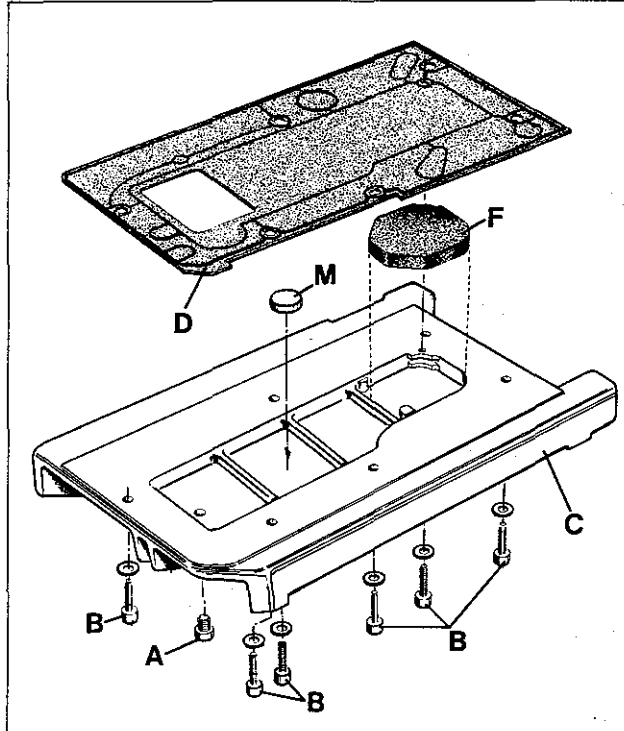

Fig.12
1. Drain the oil at plug screw (A, Fig. 12) in the bottom cover of the machine.
2. Unscrew the six screws (B, Fig. 12) for the bottom cover (C) and remove bottom cover and gasket (D).
3. Remove the magnet (M, Fig. 12), which accumulates metallic foreign materials, from the second oil sump chamber from the left in the bottom cover and clean it.
4. Remove the filter (F, Fig. 12) from the right oil sump chamber in the bottom cover and clean it in petroleum, or replace it by a new one (part No. 999-254 J).
6. Insert plug screw (A, Fig. 12) in the bottom cover, place the magnet (M) in the second from the left and the filter (F) in the right oil sump chamber.
7. Remount bottom cover with gasket. Make sure that the surfaces on machine bed and bottom cover for the gasket are absolutely clean! Torque the six screws (B, Fig. 12) carefully to 22,6 - 23,1 Nm (200 - 205 in.lbs.).
1. Lassen Sie das Öl an der Verschlussschraube (A, Fig. 12) in der Grundplatte der Maschine ab.
2. Entfernen Sie die sechs Befestigungsschrauben (B, Fig. 12) für die Grundplatte (C) und nehmen Sie Grundplatte und Dichtung (D) ab.
3. Nehmen Sie den Magneten (M, Fig. 12), der die Aufgabe hat, metallische Fremdkörper anzuziehen, aus der zweiten Ölsumpfkammer von links in der Grundplatte und reinigen Sie ihn.
4. Nehmen Sie den Filter (F, Fig. 12) aus der rechten Ölsumpfkammer der Grundplatte und reinigen Sie ihn in Petroleum, oder verwenden Sie einen neuen Filter (Teil Nr. 999-254 J).
6. Drehen Sie die Verschlussschraube (A, Fig. 12) in die Grundplatte, legen Sie den Magneten (M) in die zweite von links und den Filter (F) in die rechte Ölsumpfkammer.
7. Montieren Sie die Grundplatte mit Dichtung wieder. Beachten Sie, daß die Auflageflächen für die Dichtung, am Gehäuse und an der Grundplatte, absolut sauber sein müssen! Ziehen Sie die sechs Befestigungsschrauben (B, Fig. 12) mit einem Drehmoment von 22,6 bis 23,1 Nm sorgfältig an.